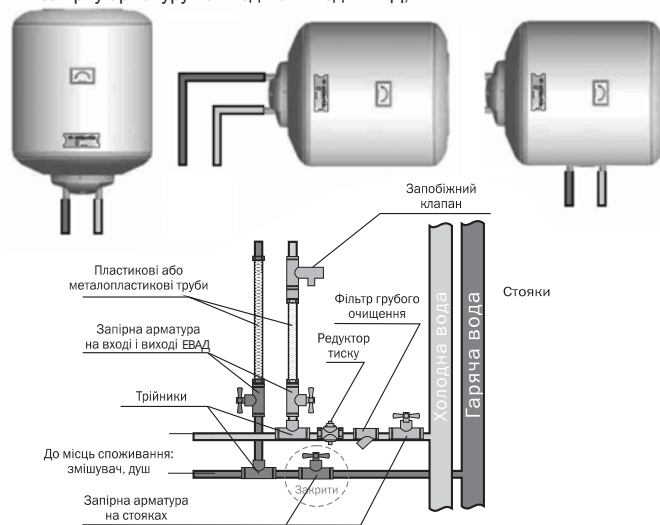
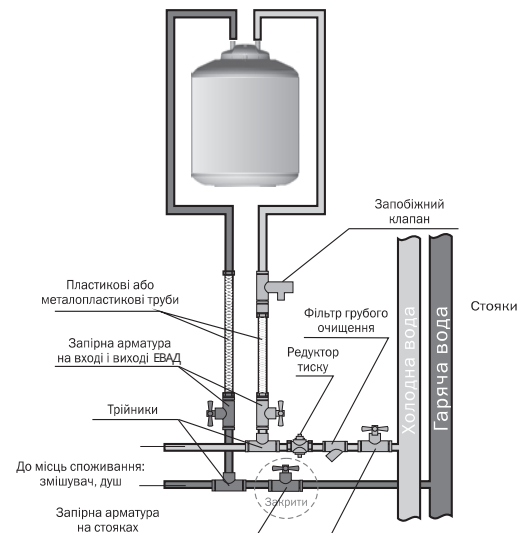

Рис. 5. Підключення ЕВАД у вертикальному / горизонтальному положенні
Рис. 6. Підключення ЕВАД, що встановлюється під мийкою
Підключення (рис. 5, 6):
**УВАГА!** Підключення до системи водопостачання ЕВАД моделей O'Pro PC 10SB, PC 15S має виконуватися чітко у відповідності зі схемою, наведеною на рис. 6. Запобіжний клапан кріпиться на трубопроводі осторонь від ЕВАД. При встановленні моделей Steatite в горизонтальному положенні патрубков подачі холодної води (помічений синім кільцем) повинен бути розташований знизу, а патрубок гарячої води (помічений червоним кільцем) - зверху (рис. 5).
**Увага! Один раз на місяць необхідно з запобіжного клапану видаляти вапняний осад і перевіряти чи його не заблоковано шляхом короткочасної установки тригера в горизонтальне положення, при цьому через зливний отвір витече невелика кількість гарячої води.** Для чого спочатку потрібно перекрити запірну арматуру на вході в ЕВАД (рис. 5, 6), а також відкрити кран гарячої води у місці споживання.
При тривалій перерві в роботі ЕВАД його необхідно від'єднати від електричної мережі та перекрити вентиля на вході та на виході (рис. 5).